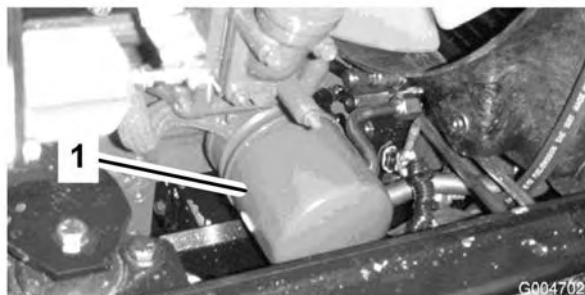

Figura 49
2. Togliete il filtro dell'olio (Figura 49). Applicate un velo di olio pulito sulla tenuta del nuovo filtro prima di avvitarla. **Non serrate troppo.**